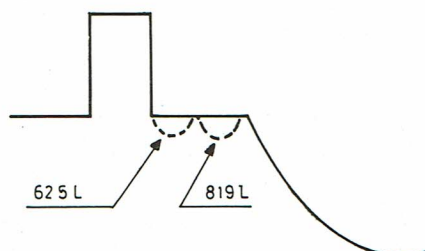

FIG. 2
- Vérifier la position de l'impulsion de restitution, celle-ci doit venir avant la modulation image (voir fig. 2).